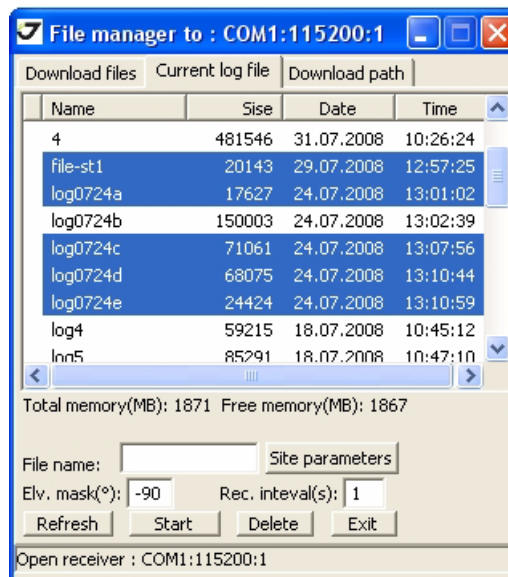

Рисунок 5-6. Закладка Current log files
3. Нажмите *File* -> *File Manager*, затем откройте закладку *Current log files* и выберите файлы, которые нужно удалить (Рисунок 5-6).
5. Нажмите *Delete* (Рисунок 5-6 на стр. 69).